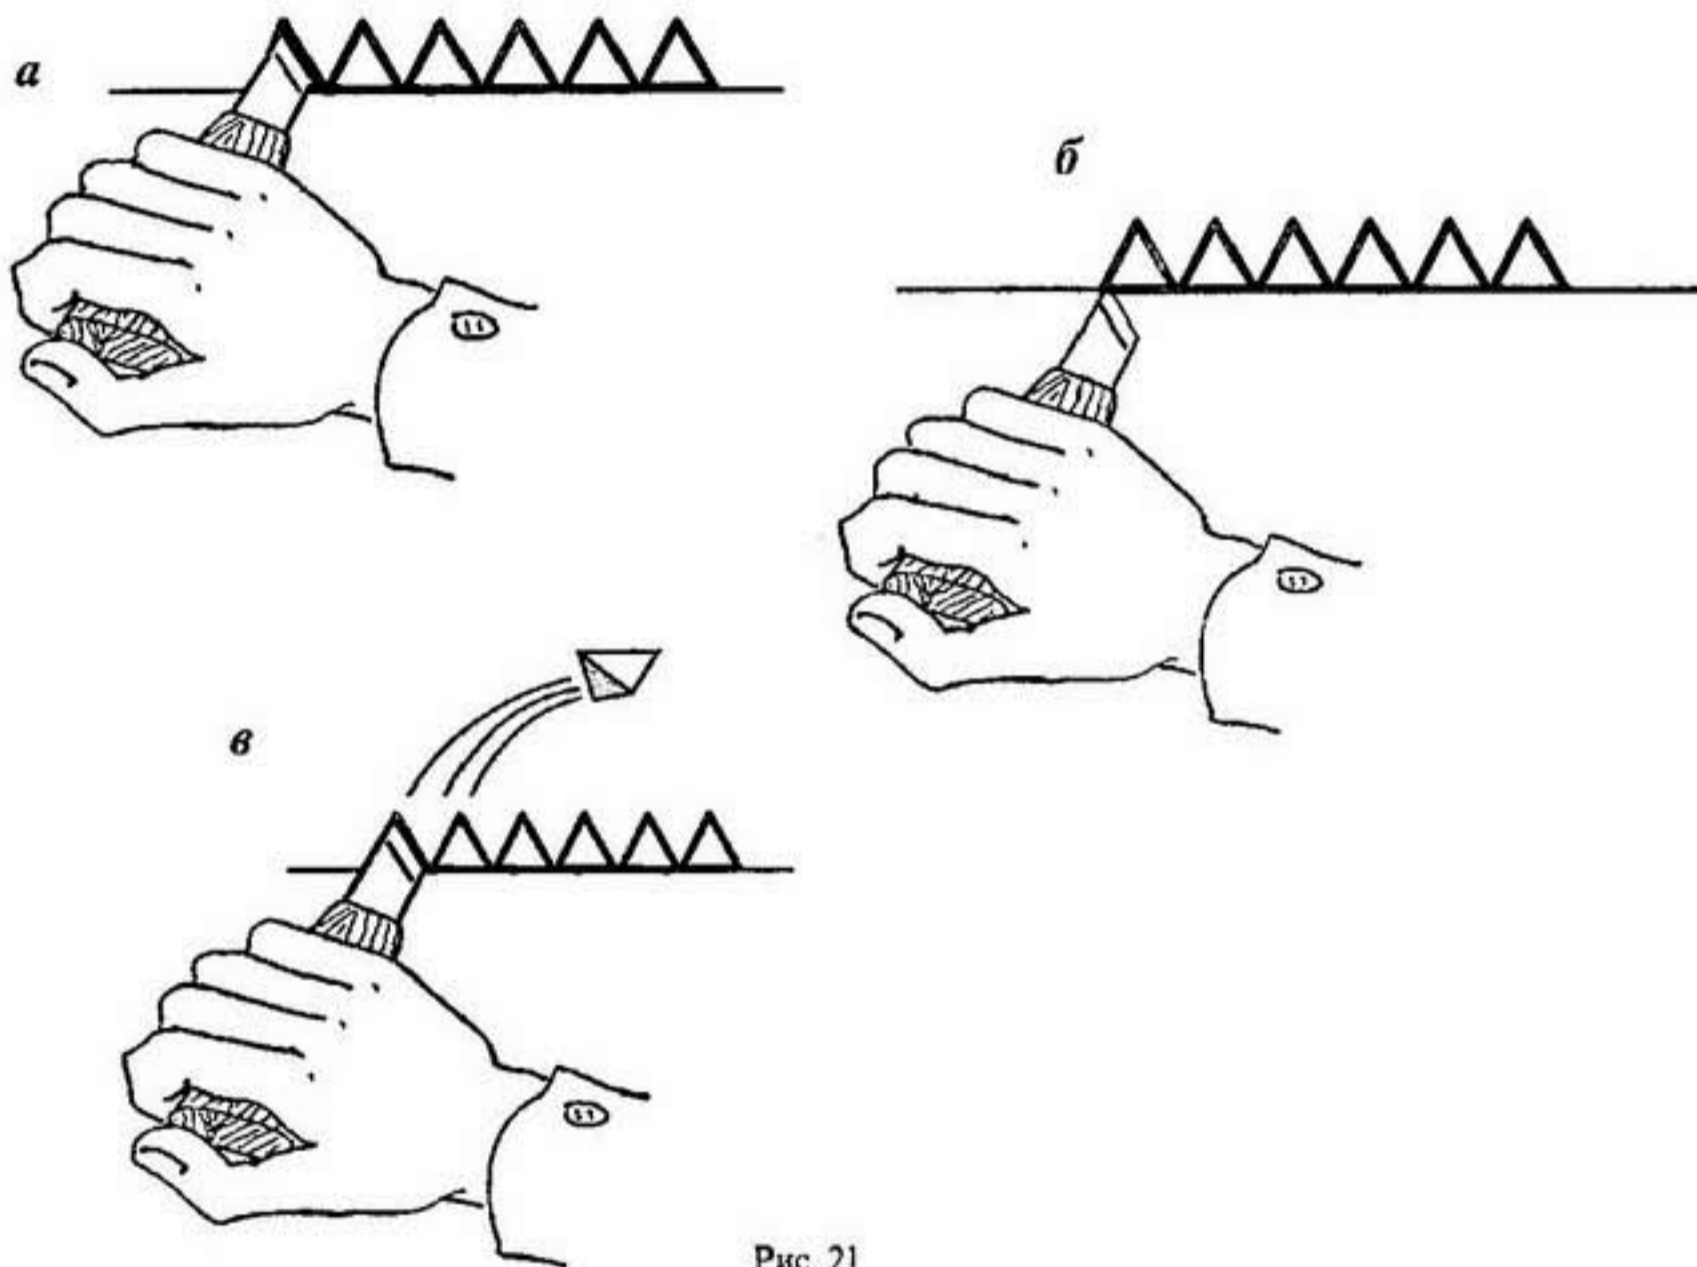

Рис. 21
1) приложить режущую кромку ножа к правой стороне сколышка так, чтобы носок ножа совместился с его вершиной (рис. 21, а); будем считать, что вы «прицелились»;
2) отвести руку с ножом назад, следя за тем, чтобы сохранилась параллельность между режущей кромкой и правой стороной сколышка (рис. 21, б); назовем это движение «зарядкой»; так заряжают лук для выстрела; обратите внимание на то, чтобы это движение было сделано кистью руки; предплечье при этом должно быть неподвижно.
В результате этого подрезанный треугольник отколется. Поэтому эта фигура и называется «сколышек» (рис. 21, в). Это будет «выстрел».